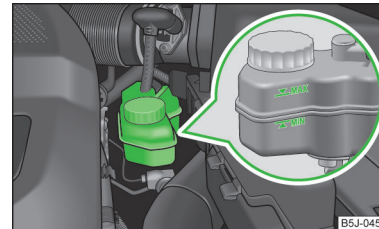

Abb. 138
- Ist der Flüssigkeitsstand unter die MIN-Markierung abgesunken » Abb. 138 auf Seite 157, 🚫 nicht weiterfahren - es besteht Unfallgefahr! Die Hilfe eines Fachbetriebs in Anspruch nehmen.
Der Vorratsbehälter für Bremsflüssigkeit befindet sich im Motorraum » Abb. 138.
- Den Bremsflüssigkeitsstand am Behälter prüfen » Abb. 138.